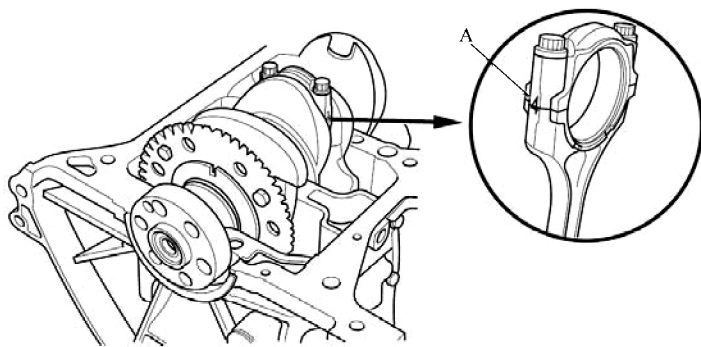

图 8-25 安装连杆盖
8) 将连杆轴颈置于 1 号连杆和 4 号连杆中。对准连杆和盖上的标记 A, 然后安装连杆盖并用手拧紧螺栓, 如图 8-25 所示。